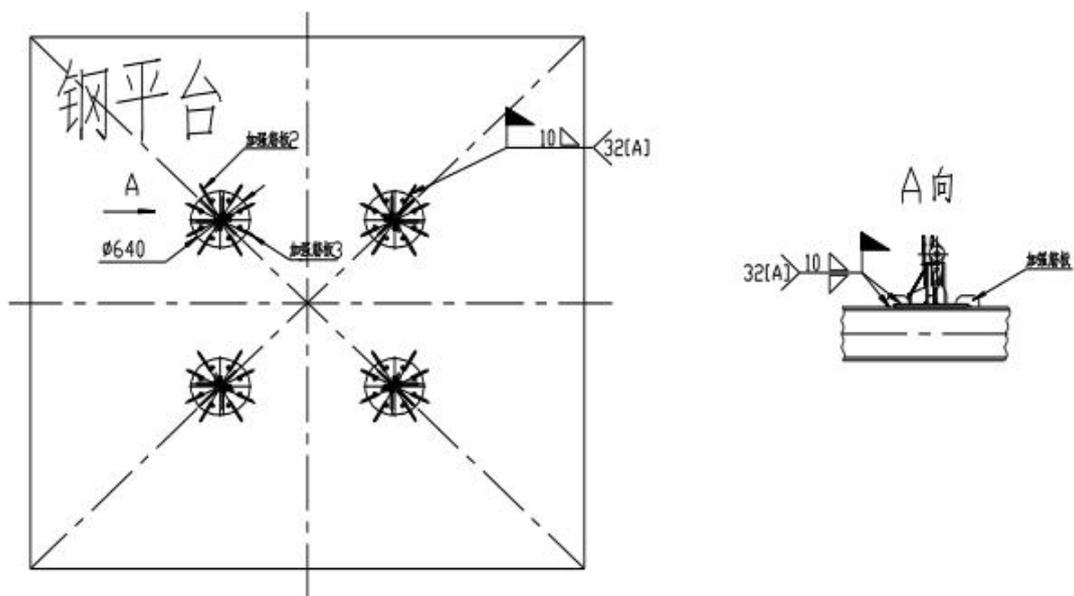

图 2 固定腿底板加强筋板焊接示意图
3. 将基础节与固定支腿拼装好, 整体吊装到钢平台上, 使用经纬仪测量, 基础节中心线与水平面的垂直度误差不大于 1/1000。焊接支腿底板与钢平台之间的焊缝, 支腿上的所有孔采用塞焊缝焊平, 焊接时采用合理工艺, 焊高和焊角长度按图 2 所示要求焊接。图中[A]焊缝应符合 GB/T19418-2003 《钢的弧焊接头缺陷质量分级指南》B 级焊缝要求。